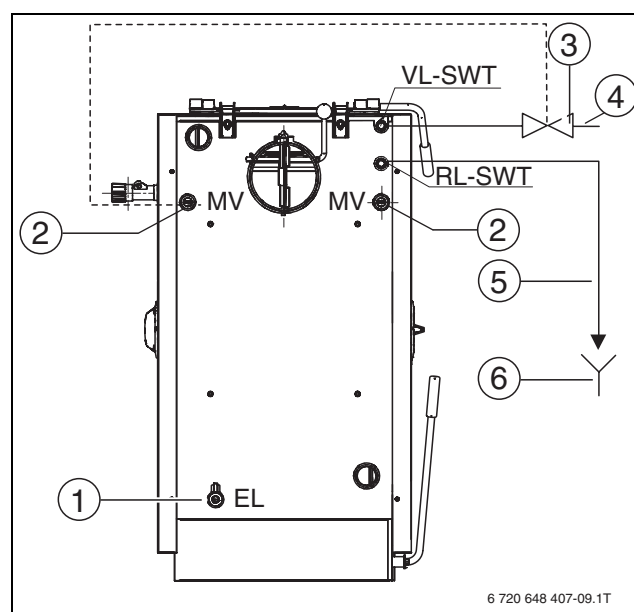

Рис. 12 Подключение предохранительного теплообменника
Котёл с обозначением WT оборудован предохранительным теплообменником (охлаждающим контуром). Правильное подключение показано на рис. 12.
**i** Подающая и обратная линии предохранительного теплообменника выбираются свободно. На рисунке показано подключение подающей линии предохранительного теплообменника на левой стороне котла. Охлаждающая вода должна для контроля сливаться в канализационный сток через воронку с сифоном (→ рис. 12, [6]).